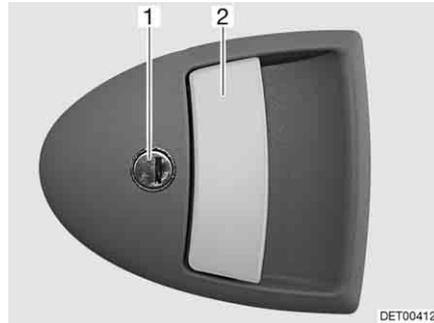

Bild 43 Türrschloss Eingangstür, außen
- Schlüssel in Schließzylinder (Bild 43,1) stecken und drehen, bis das Türschloss entriegelt ist.
- Am Türgriff (Bild 43,2) ziehen. Die Tür ist geöffnet.
- Schlüssel in Schließzylinder (Bild 43,1) stecken und drehen, bis das Türschloss verriegelt ist.